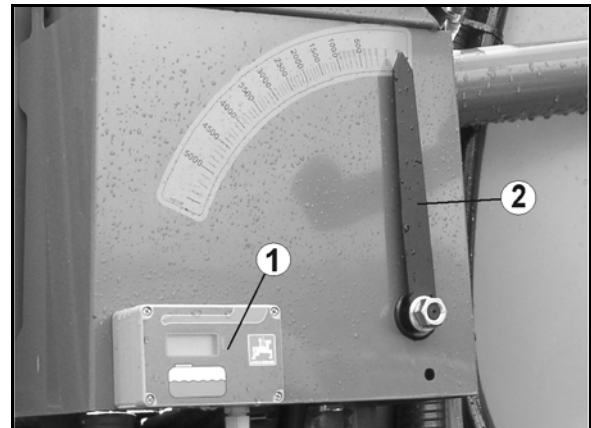

图 51
- 在使用或运输期间支脚提起 (图 51)。
1. 松开制轮楔 (图 51/2)。
2. 拔出销栓 (图 51/3)。
3. 用把手 (图 51/4) 升高/降低支脚。
5. 用手动曲柄 (图 51/5) 继续降下/提升支脚。